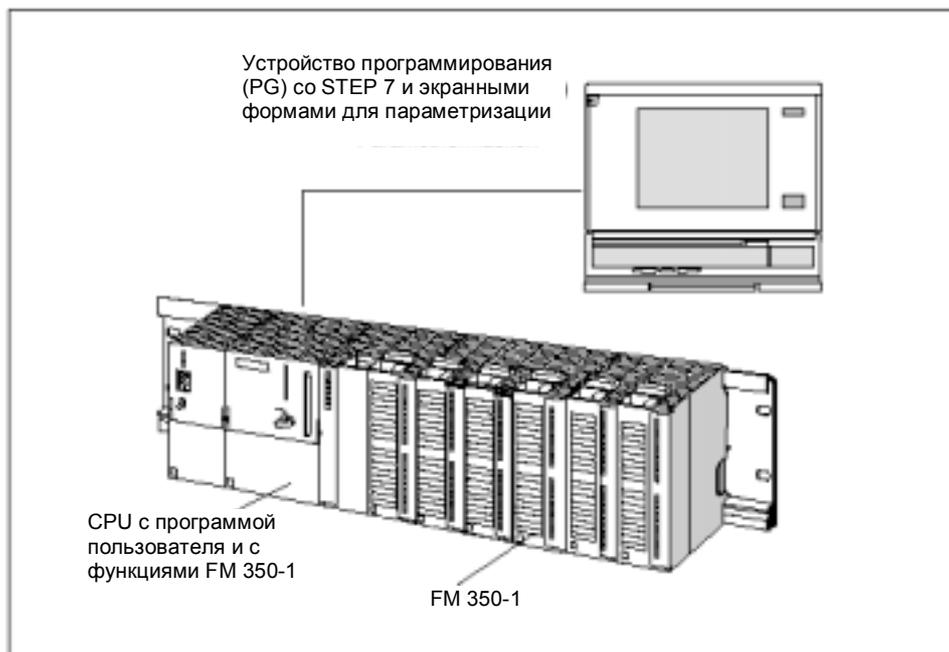

Рис. 1-3. Конфигурация SIMATIC S7-300 с FM 350-1
Программное обеспечение для CPU состоит из функции (FC) CNT\_CTRL, вызываемой в пользовательской программе CPU. Эта FC делает возможным обмен данными между CPU и FM 350-1. Кроме того, имеется также функция DIAG\_INF для FM 350-1, с помощью которой можно передавать диагностическую информацию в DB функции CNT\_CTRL. На рис. 1-3 показана конфигурация S7-300 с FM 350-1 и несколькими сигнальными модулями.